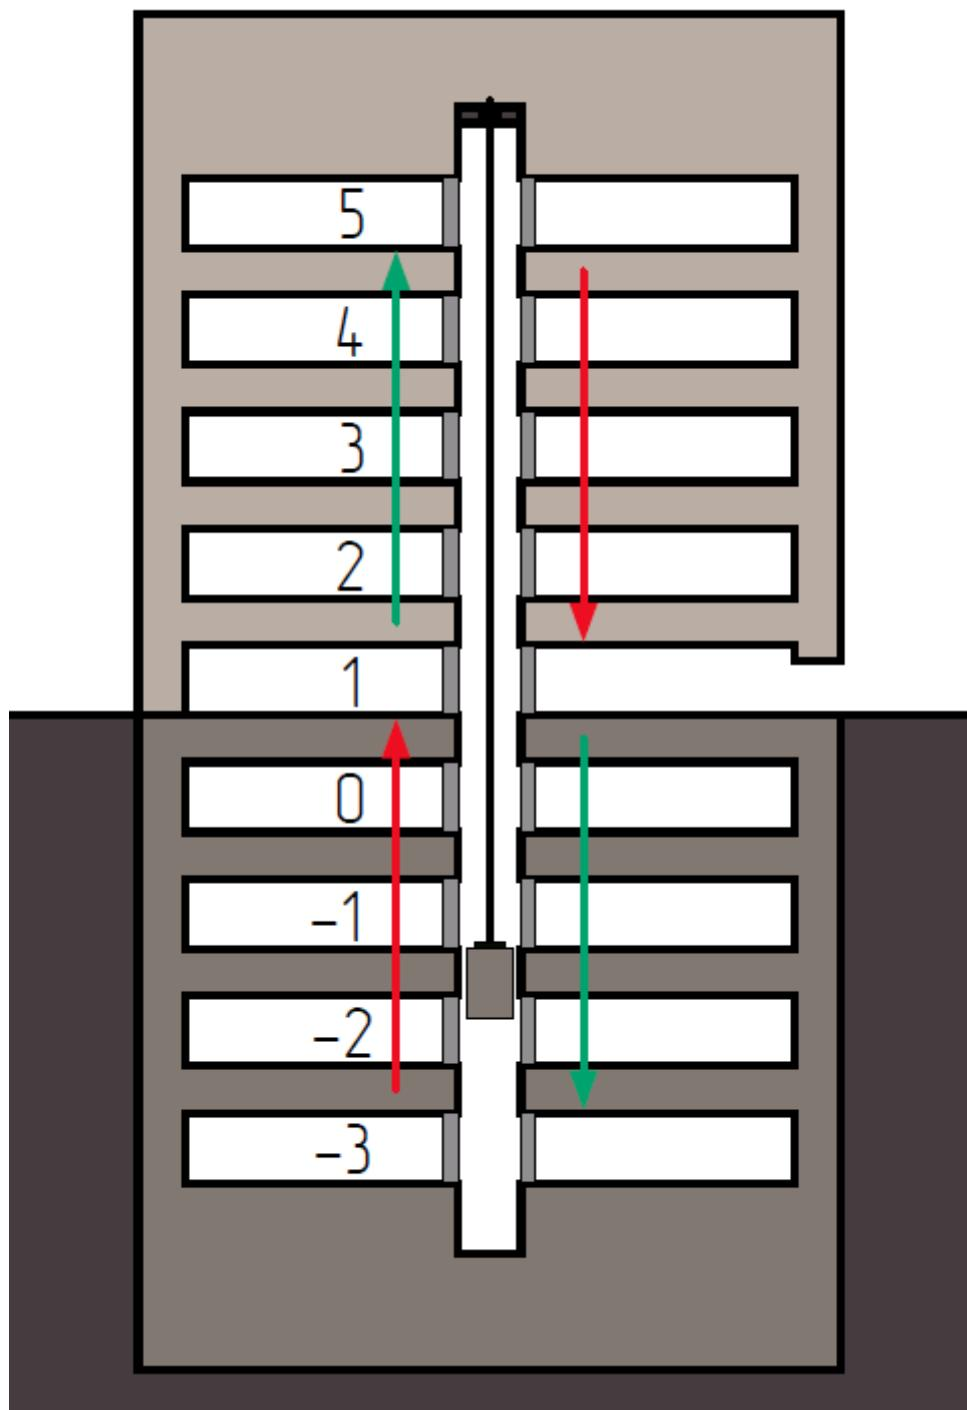

Рис.3
- Шахта с подвальными остановками (Рис. 3);
Пример: в административном здании, при работе в режиме «Утро», принимаются только приказы вверх от основного посадочного этажа, для подвальных этажей данная логика будет инвертирована (рис. 3).
На рис.4 представлены параметры для шахты, изображенной на рис.3.